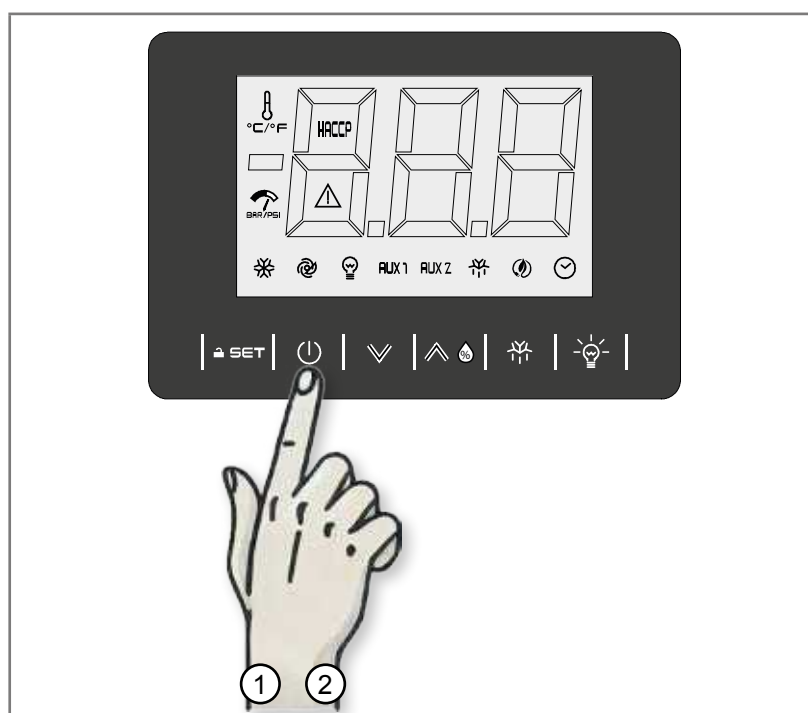

Abb. 5.2 - Bedienung
1. Bildschirmauswahl des Menüpunktes (1 – Abb. 5.2).
2. Bildschirmauswahl des Menüpunktes (2 – Abb. 5.2).